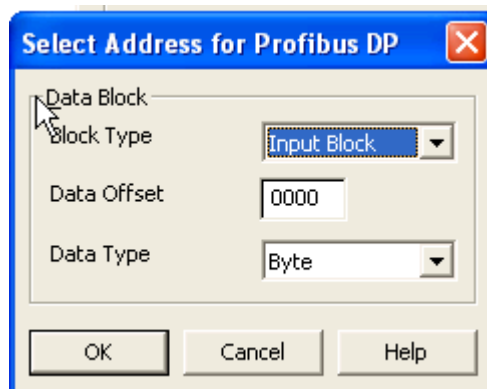

Рис. 65: Выбор типа блока
- Выберите значение коррекции данных (Data Offset), с помощью которой выполняется запись или чтение адреса в блоке. Выберите тип данных (Data Type) для чтения или записи. С помощью типа данных определяется количество байтов для доступа в блок с целью получения точных данных. В данном примере выбраны следующие параметры: **блок выходных данных**, значение коррекции данных — **0** (в результате в ПЛК выбирается адрес 256), тип данных — **Word**. Рис. 65.